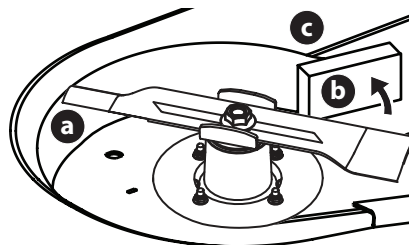

Fig. 44
3. Enroulez un chiffon autour d'une extrémité de la lame (a) et saisissez-la pour l'empêcher de tourner, ou bloquez la lame (a) en plaçant un bloc de bois (b) entre la lame (a) et le carter du plateau de coupe (c) (Fig. 44).